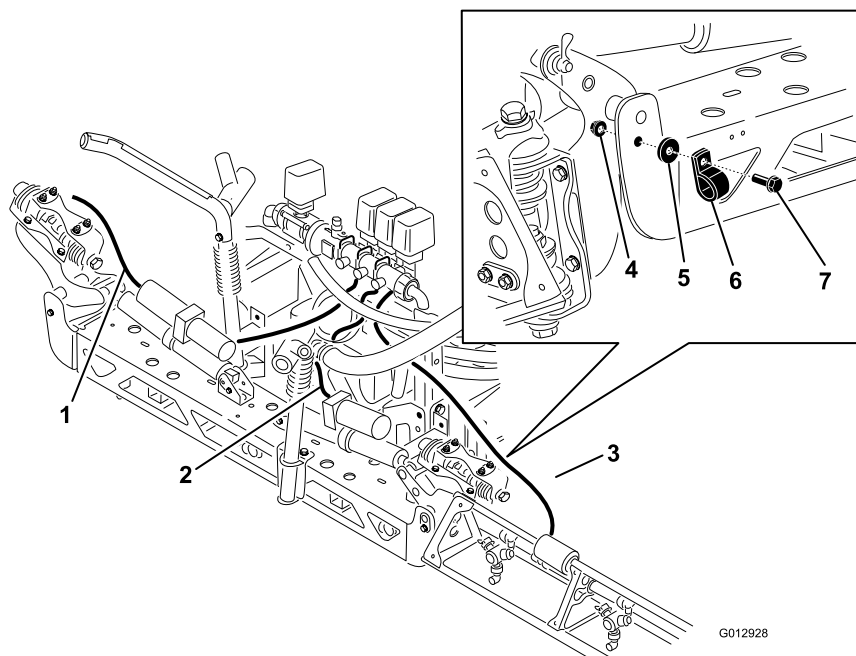

Figura 31
1. Enrute las mangueras de los brazos según se muestra en Figura 31.
2. Utilice las abrazaderas en R para fijar las mangueras de los brazos derecha e izquierda al lado delantero de los conjuntos de brazo centrales. Sujete las mangueras y las abrazaderas en R con un perno de cuello largo, una arandela y una tuerca, según se muestra en Figura 31.